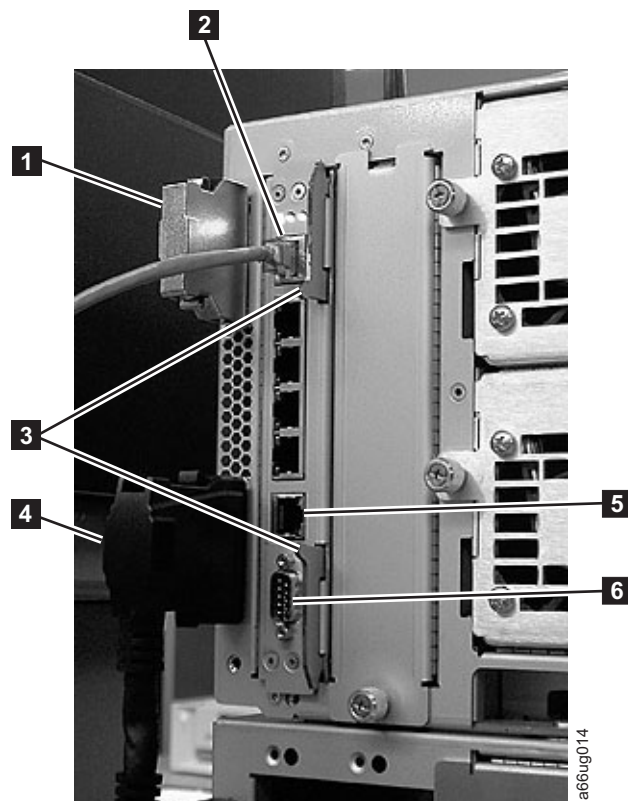

Рисунок 11-6. Регулирующая пластина библиотеки
2. Отсоедините кабель Ethernet (**2** в рис. 11-6 на стр. 11-11) от LCB (рис. 11-6 на стр. 11-11). Для этого прижмите фиксатор, чтобы освободить кабель, и выньте разъем из гнезда LCB.
Примечание: Под кабелем Ethernet останутся шесть разъемов. Четыре верхних зарезервированы для дальнейшего использования. Два нижних разъема, а именно порт Ethernet (**5** в рис. 11-6 на стр. 11-11) и последовательный порт (**6** в рис. 11-6 на стр. 11-11), используются сотрудниками службы поддержки IBM.
3. Возьмитесь за две защелки (**3** в рис. 11-6) в нижней и верхней части LCB. Одновременно сдвиньте их вправо и полностью вытяните из LCB.